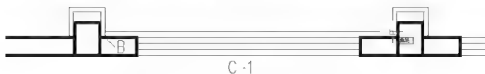

图 4.35 绘制装饰台度 1
② 在指定下一点或[放弃(U)]: 提示下,将光标水平向右拖动,按住 Shift 键右击,在弹出的【临时捕捉】快捷菜单中选择【垂足】选项。
③ 将光标放在如图 4.35 所示的位置,出现垂足捕捉后单击,按 Enter 键结束命令。